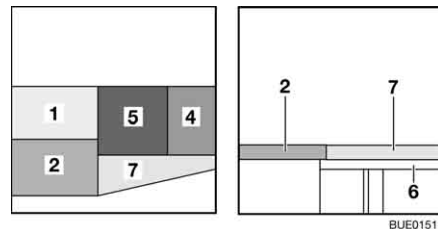

Fig. 128 Depois da transformação
- Coloque o estofa do assento (Fig. 128,5) no meio.
- Coloque o estofa do encosto (Fig. 128,4) entre o estofa do assento e a parede.
- Suspenda o acrescento da cama (Fig. 128,6) nos apoios dos bancos arca.
- Coloque o estofa adicional (Fig. 128,7) sobre o acrescento da cama.